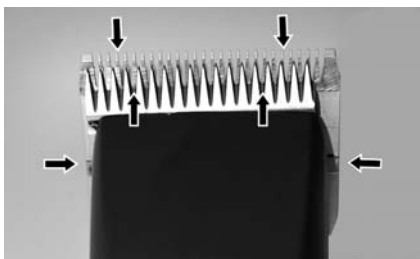

Fig. 22
Une fine couche d'huile sur le peigne supérieur et inférieur est indispensable pour obtenir un bon résultat de tonte et afin d'augmenter la longévité de la tondeuse (fig. 22).
- Lubrifiez les peignes suffisamment durant la tonte (au moins toutes 15 minutes), de manière à ce qu'ils ne passent pas à sec (fig. 22).
Il faut huiler les peignes avant, durant et après chaque usage. Si les peignes laissent des rayures ou se ralentissent, c'est un signe sûr que vous avez besoin de l'huile. Appliquez quelques gouttes de l'huile de l'avant et latéralement des peignes (flèches fig. 22). Enlevez de l'huile excédentaire par un drapeau doux et sec. Des aérosols lubrifiants ne contiennent pas assez d'huile pour une bonne lubrification, mais sont appropriés pour la réfrigération des peignes. Changez immédiatement des peignes endommagés ou crénelés afin d'éviter des blessures.